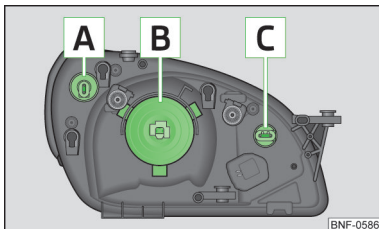
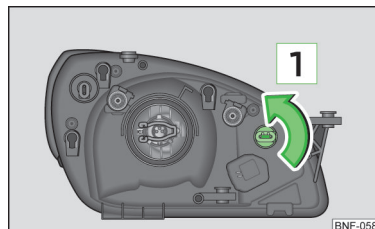
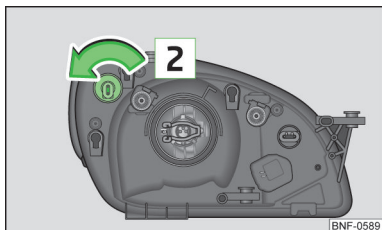

Fig. 127
Fig. 129
Fig. 130
Disponerea becurilor cu incandescență » fig. 127
- Scoateți conectorul de pe bec incandescent **B** » fig. 127 la pagina 141.
- Rotiți soclul mpreună cu becul cu incandescență **C** » fig. 127 la pagina 141 pnă la limită n sensul săgeții **1** » fig. 129 și scoateți-l.
- Rotiți soclul împreună cu becul cu incandescentă **A** » fig. 127 la pagina 141 până la limită în sensul săgeții **2** » fig. 130 și scoateți-l.